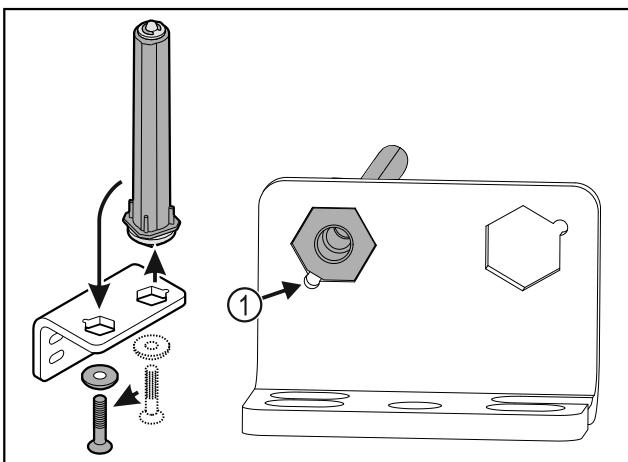

Fig. 38
- ▷ 在安装时请注意，让螺栓斜面 Fig. 38 (1)朝向圆孔。